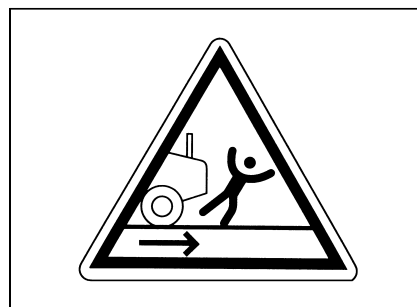

Рис. 1-64
- Проверить, что вокруг погрузчика должно нет людей. Особенно следует проверить заднюю сторону погрузчика, так как данная зона не вида из кресла оператора (рис. 1-64).